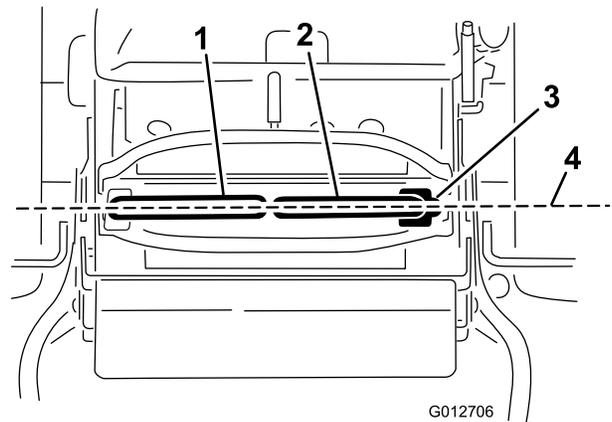

Bild 71
Wichtig: Stellen Sie sicher, dass die Spur des Rasenmähers nach dem Einstellen der Fahrtriebshebel richtig ist. Stellen Sie die Spur ein und nivellieren Sie gleichzeitig die Fahrtriebshebel in der Längsrichtung (Bild 71).
1. Nach der seitlichen Ausrichtung müssen Sie die Ausrichtung in Längsrichtung prüfen; drücken Sie die Bedienhebel etwas nach vorne, um das Spiel im Gestänge der Bedienhebel zu entfernen (Bild 71).